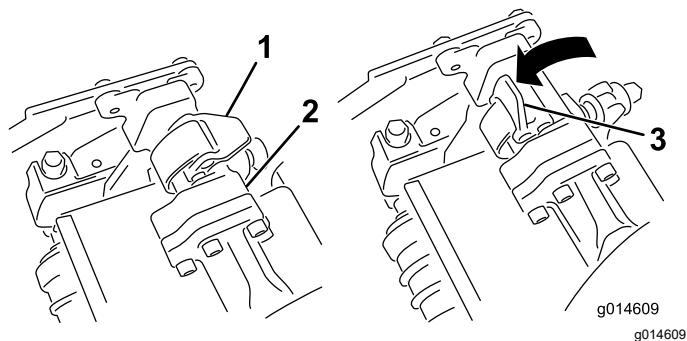
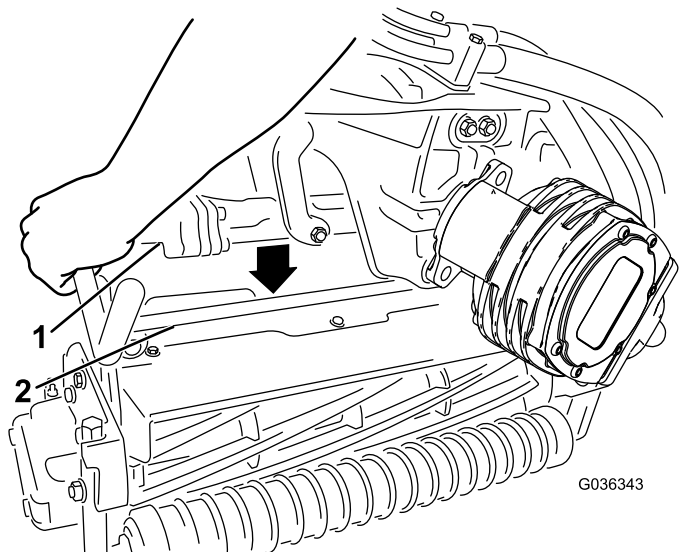

図 62
図 63
4. サスペンションアームのバーについているラッチを上向き開いた状態にして 図 62、サスペンションアームを押し下げて、バーを、カッティングユニットのバーの上に被せるようにする 図 63。
5. ラッチを下げて閉じるとカッティングユニットのバーがロックされてユニットがアームにセットされる 図 62。
5. 取り外したいカッティングユニットのサスペンションアームのバーについているラッチを開く図 62。